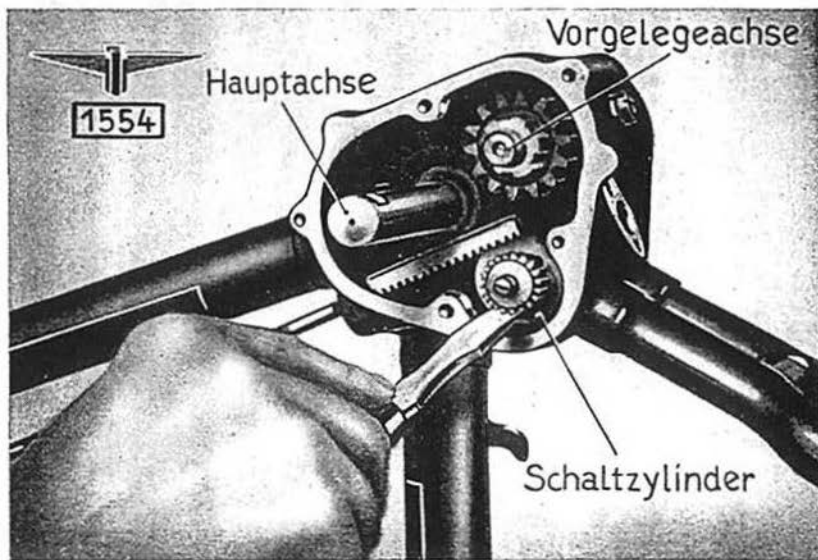

Abb. 6. Schaltstange herausnehmen, dabei Schaltzylinder nach innen drücken.
12. Schaltstange herausnehmen. Mit Schraubenzieher zur Ueberwindung der Federspannung gegen Schaltzylinderboden drücken. (Abb. 6.)
7. Unteres Führungsstück der Zahnstange einführen, nicht drehen. Durch Druck auf den Schaltzylinder die Federkraft überwinden, bis die Zahnstange vor dem Schaltzylinder sitzt. (Abb. 6.)